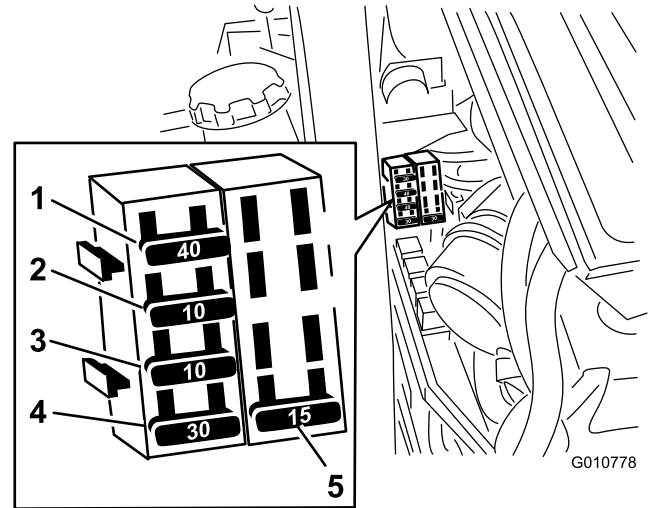

Figura 49
1. Desenganche el capó del motor y levántelo para tener acceso al portafusibles (Figura 49).
3. Instale un fusible nuevo (Figura 49).